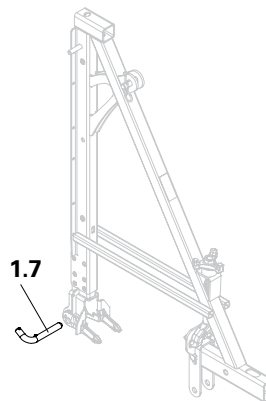

Fig. A3.23
5. Retirer l'axe coudé (1.7) du trou supérieur. (Fig. A3.23)